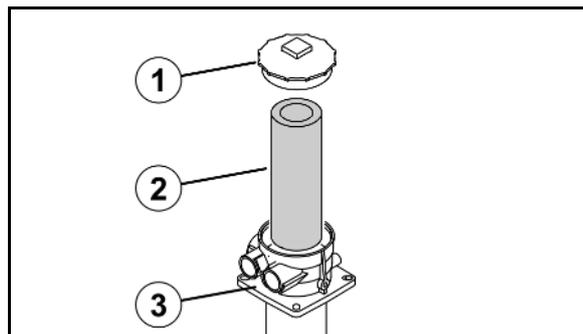

Fig. 186
1. Abdeckung (Fig. 186/1) am Kabinendach links öffnen.
2. Filter (Fig. 186/2) entriegeln, herausnehmen und ersetzen.